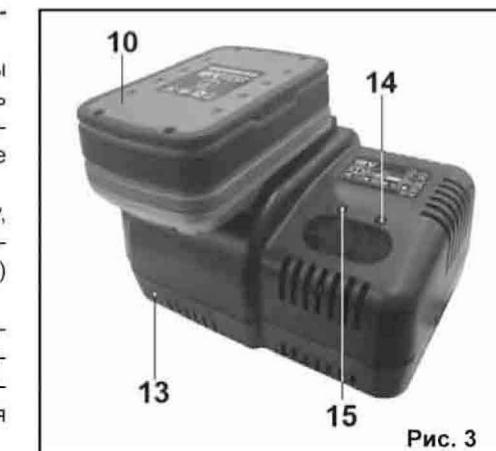

Рис. 3
7.2. Зарядка Li-Ion аккумуляторной батареи с помощью зарядного устройства (Рис.3).